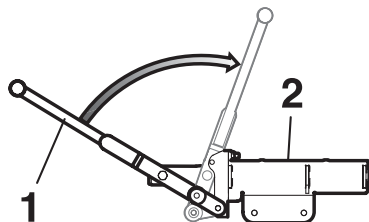

Fig. 23
- Riportare **lentamente** la leva manuale (1) del dispositivo di attivazione (2) verso l'interno. Il gancio di traino rimane aperto ed è pronto per l'operazione di agganciamento. (fig. 23)
**Nota:** Se non si intende agganciare alcun rimorchio, la leva manuale (1) del dispositivo di attivazione (2) deve essere riportata **velocemente** verso l'interno.